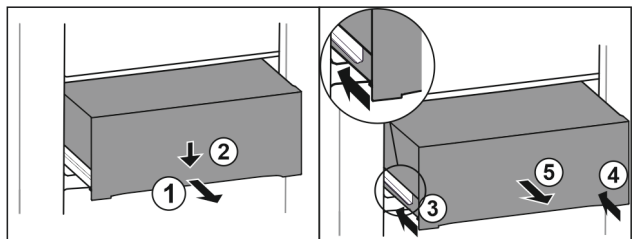

Fig. 211
- ▶ Zásuvku napůl vytáhněte. Fig. 211 (1)
- ▶ Stlačte zásuvku na přední straně dolů. Fig. 211 (2)
- ▶ Zasuňte levou kolejničku přibližně do 2 cm. Fig. 211 (3)
- ▶ Zasuňte pravou kolejničku přibližně do 2 cm. Fig. 211 (4)
- ▶ Vyjměte zásuvku dopředu. Fig. 211 (5)